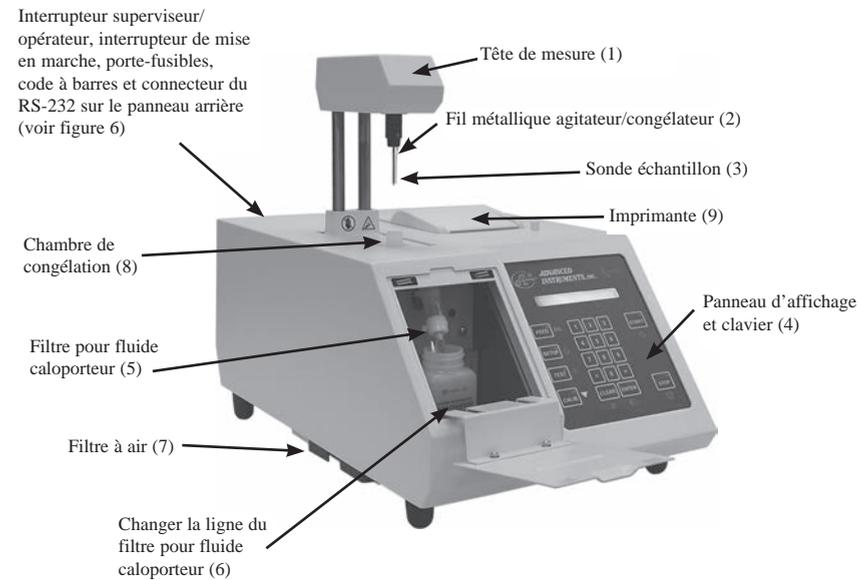

Figure 4 : Composants et commandes du modèle 4250
Tête de mesure (figure 4, élément 1)
Chambre de congélation (figure 4, élément 8)
Panneau d'affichage (figure 4, élément 4)
Clavier (figure 4, élément 4)
Imprimante (figure 4, élément 9)
1. Retirer le tube de la chambre de congélation (voir figure 4, élément 8).